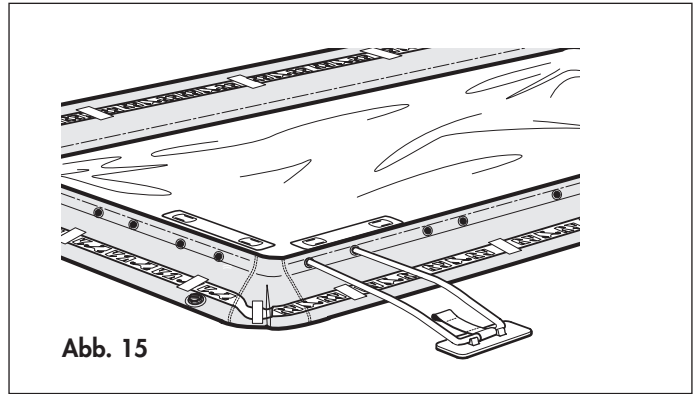

Abb. 15
- d** Vergewissern Sie sich, daß der abgerundete Teil der Ständer nach oben hin gerichtet ist und daß die Bänder nicht durch die Ständer eingeklemmt sind, Abb. 15.